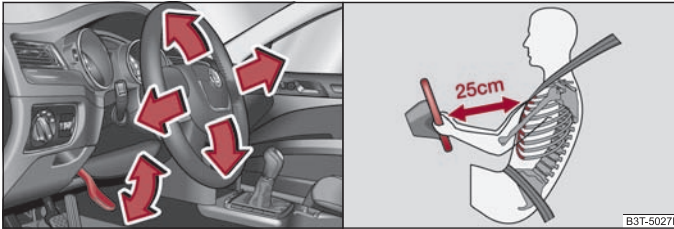

Abb. 125 Verstellbares Lenkrad: Hebel unter dem Lenkrad / Sicherer Abstand vom Lenkrad
- Schwenken Sie den Hebel unter dem Lenkrad nach unten ⇒ Abb. 125 - links ⇒ ⚠.
- Der Fahrer muss einen Abstand zum Lenkrad von mindestens 25 cm einhalten ⇒ Abb. 125 - rechts. Wenn Sie den Mindestabstand nicht einhalten, kann Sie das Airbag-System nicht schützen - Lebensgefahr!